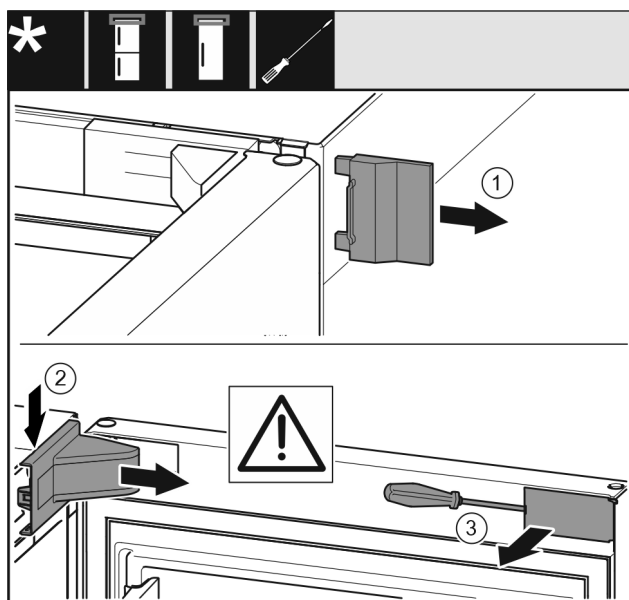

Fig. 8
- Sejměte vnější kryt Fig. 8 (1).
- Kryt stojanu ložiska Fig. 8 (2) uvolněte ze západek a vyjměte.
- Plochým šroubovákem vyjměte záslepku Fig. 8 (3) a otočte ji ke straně.